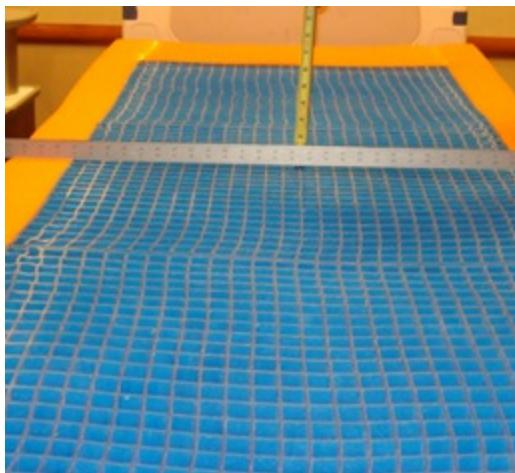

Abbildung 3-3: Lineal positionieren
5. Ein mindestens 88,9 cm langes Lineal im Sakralbereich (Patientensitzfläche) der Bettauflage quer über das Gel legen (Abbildung 3-3 auf Seite 3-17).